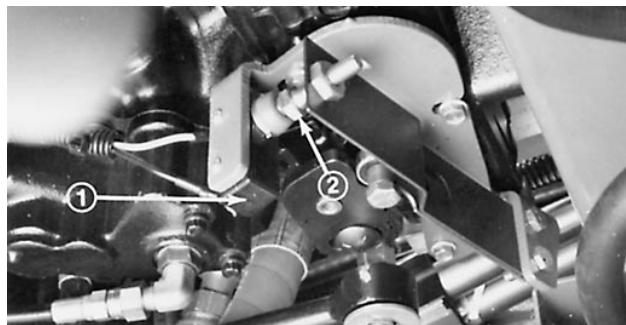

Figure 71
1. S'assurer que la pédale de déplacement est au point mort. Desserrer le contre-écrou sur la vis de réglage de la commande (Fig. 71).